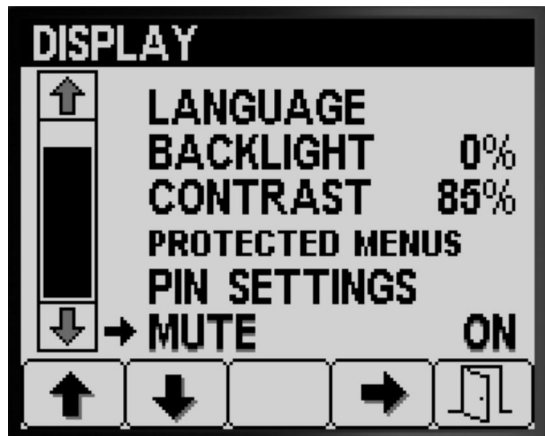

Figura 30
1. Premete il pulsante 1 o 2 per navigare fino all'opzione MUTE (Figura 30).